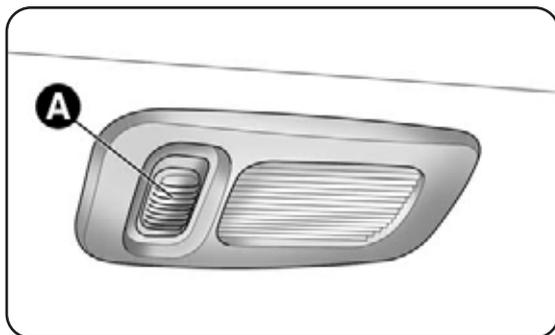

fig. 38
**PLAFONIERE LUCE DI CORTESIA fig. 38**